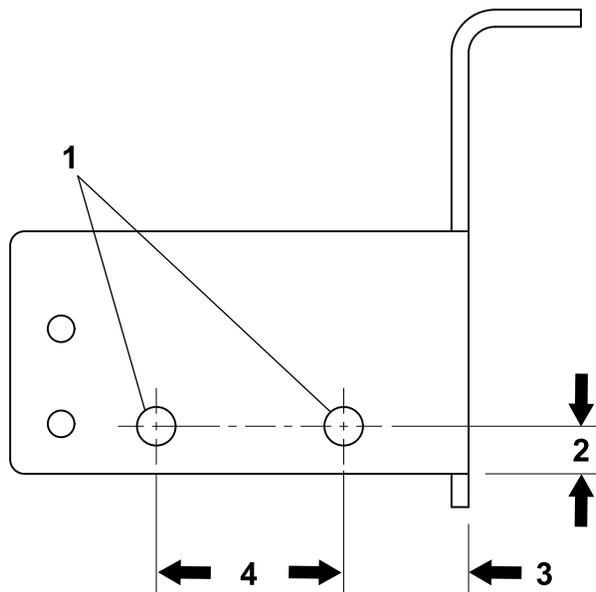

Figura 24
1. Bullone – 5/16" x 1" (2)
2. Dado – 5/16" (2)
6. Individuate, contrassegnate e praticate 2 fori (13/32") nella piastra come illustrato in Figura 24.